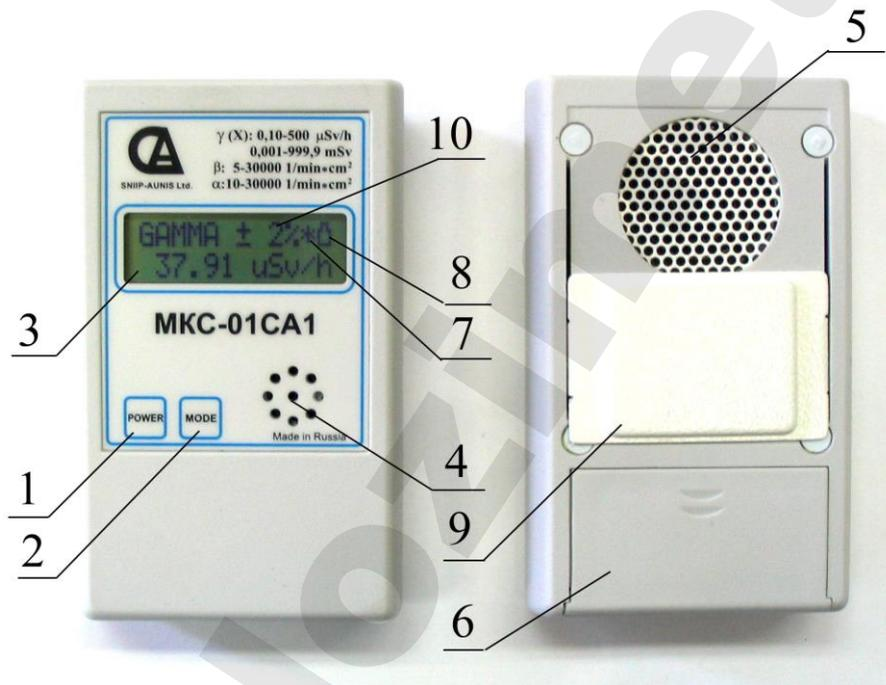

Рис.1. Органы управления МКС-01СА1Б
- 9 - Передвижной экран, фиксируется в крайних положениях, соответствующих выбранному режиму работы. В режиме «**БЕТА**» и «**ALPHA**» - экран открыт (нижнее положение, как показано на Рис.1), в режиме «**ГАММА**» -экран закрыт (верхнее положение)
Индикация разряда элементов питания - при разряде элементов питания до напряжения $1,6 \text{ В}$ на дисплее в правом верхнем углу появляется символ в виде цилиндрического элемента питания (Поз.8 на Рис.1).
Прибор циклически ежесекундно выполняет процесс оценки и уточнения результатов измерений с индикацией на дисплее (Поз.10 на Рис.1) текущей статистической погрешности (δ) в доверительном интервале $0,95$. В неизменном (стационарном) поле ионизирующего излучения показания прибора с течением времени непрерывно усредняются и уточняются. Одновременно с этим уменьшается значение погрешности δ от $\pm 99\%$ до $\pm 1\%$.
- снять крышку отсека питания (см. рис. 1);
- закрыть входное окно детектора экраном (см. Рис.1);
- включить питание прибора (однократно нажать и отпустить кнопку «**POWER**»). При включении на дисплее в течение 2 секунд появляется реклама изготовителя: «**МКС-01СА1**» и тел. «**(499) 198 97 91**»
- открыть входное окно детектора, сдвинув экран (см. Рис.1) в нижнее положение;